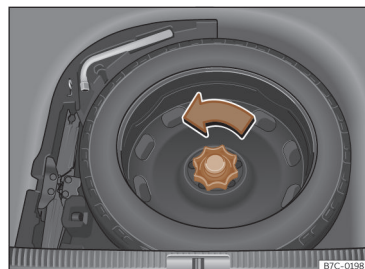

Fig. 222 Na bagageira: piso de carga levantado.
- Mova a roda no sentido contrário ao dos ponteiros do relógio >>> **Fig. 222.**